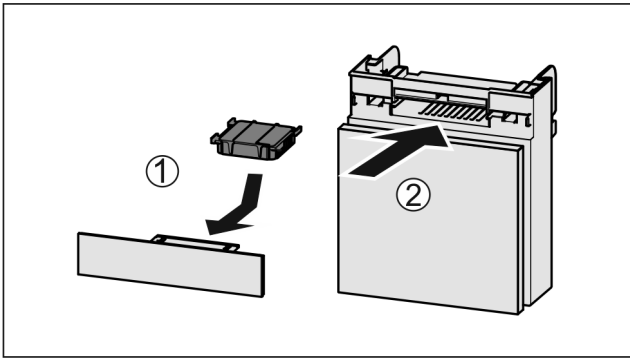

Fig. 150
- ▶ 按图装入 Fig. 150 (1) 活性炭过滤器。
- ▶ 推入 Fig. 150 (2) 抽屉。